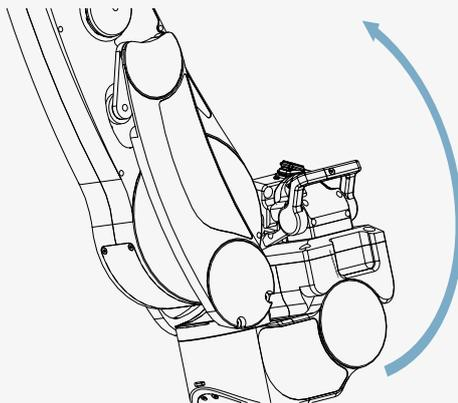

Figure 5 : Inclinez le Gowing² de 15°
ÉTAPE 7 : Inclinez le Gowing² d'environ 15° dans le sens de la flèche (voir Figure 5)